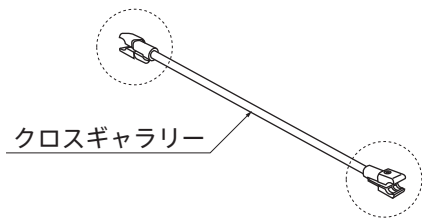

図1
- ※壁面に弊社のバックパネルや壁面パネルを取付けない場合は、トップの壁に接する面にシール材（付属品）を貼り、その上にシーリング材を線状に付着させてから、トップを壁へ押し取付けてください。（図1）
- ・クロスギャラリーのネジをゆるめます。(図1)
- ・クロスギャラリーのネジを締めます。(図1)